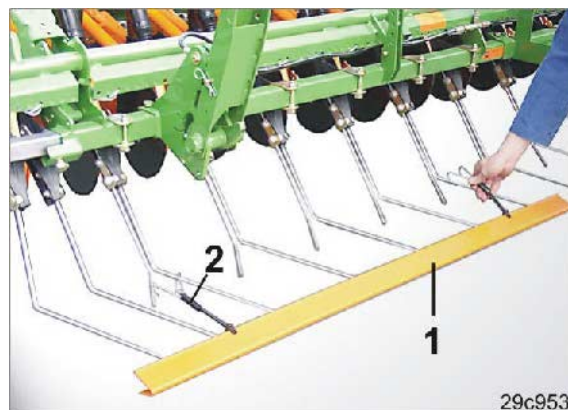

Fig. 139
7. Den flerdelte trafikksikkerhetslisten (Fig. 139/1) skal skyves over tindespissene på langfingerharven.
8. Fest trafikksikkerhetslisten med fjærholdere (Fig. 139/2) på langfingerharven.